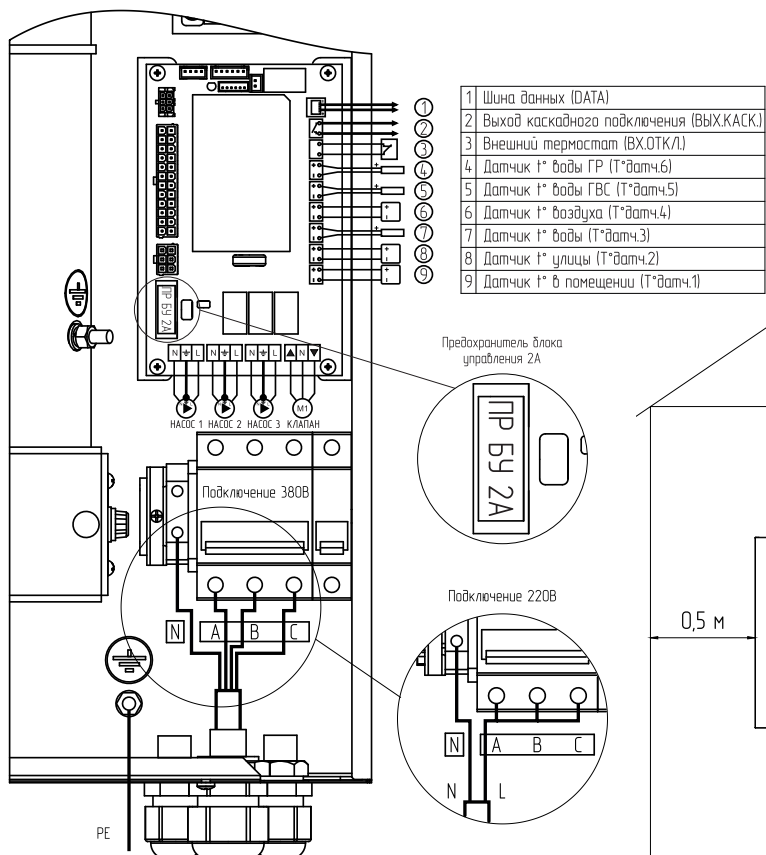

Рис.3 Схема подключения электроводонагревателя
Схема присоединения электроводонагревателя к питающей сети, датчикам температуры, циркуляционному насосу и клапану приведена на Рис.3.
- Подключить электроводонагреватель к трехфазной сети переменного тока 380 В, 50 Гц, для этого присоединить рабочий нулевой провод на клемму нейтраль (N) электроводонагревателя, фазные провода на клеммы А, В, С вводного автомата. Защитный нулевой провод (РЕ) подключить на болт «ЗАЗЕМЛЕНИЕ» (см. Рис.3);
- При питании электроводонагревателя от однофазной сети переменного тока 220 В, 50 Гц присоединить рабочий нулевой провод на клемму нейтраль (N) электроводонагревателя, а фазный на клеммы А, В, С вводного автомата, защитный нулевой провод (РЕ) должен подключаться к клемме «ЗАЗЕМЛЕНИЕ» (см. Рис.3). Для соединения клемм А, В, С вводного автомата в комплекте имеется специальная перемычка (только для GTM «E500»-4,5; GTM «E500»-6; GTM «E500»-7,5; GTM «E500»-9), которая устанавливается на вводных клеммах автомата (см. Рис.3);
- Присоединить датчики температуры воздуха помещения (tдатч1) и на улице (tдатч2) к колодкам на блоке управления, проводом с сечением не менее 0,5 кв.мм и длиной до 20 м как показано на Рис.3. Необходимо строго соблюдать полярность, обозначенную на схеме при подключении датчиков температуры. Маркировка проводов датчиков температуры воздуха: красный (+), синий (-).
- Присоединить провода (L, N, заземление) от насосов к соответствующим контактам на клеммной колодке котла как показано на Рис.3. Мощность, потребляемая каждым насосом не должна превышать 200 Вт.
- При необходимости присоединить провода (откр_общ_закр) от двигателя трехходового смешивающего клапана к соответствующим контактам на клеммной колодке котла как показано на Рис.3. Мощность двигателя привода не должна превышать 20 Вт при напряжении ~220 В.